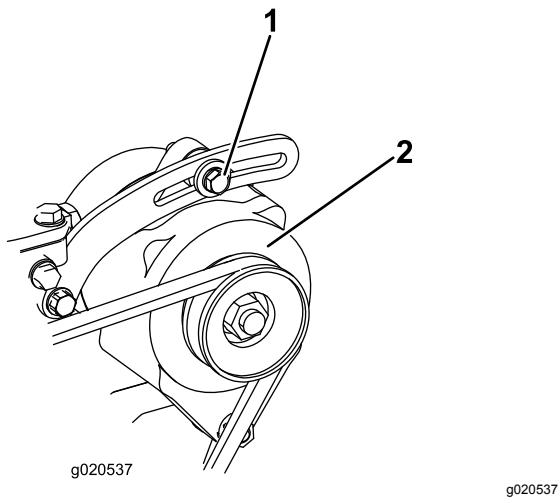

Figura 74
2. Se l'inflessione non è di 10 mm, allentate i bulloni di fissaggio dell'alternatore (Figura 74). Aumentate o riducete la tensione della cinghia dell'alternatore e serrate i bulloni. Controllate di nuovo l'inflessione della cinghia per accettare che sia esatta.